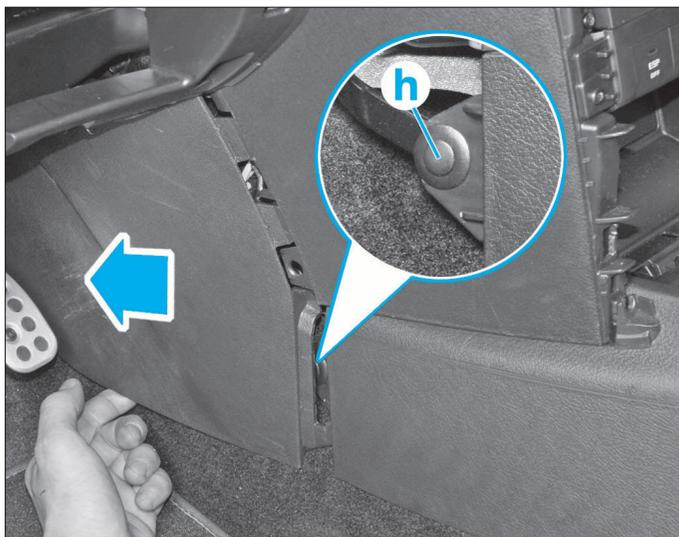

FIG. 27
- Déposer les deux fixations pour extraire les deux caches latéraux et accéder à la dépose des agrafes (h) (Fig.27).